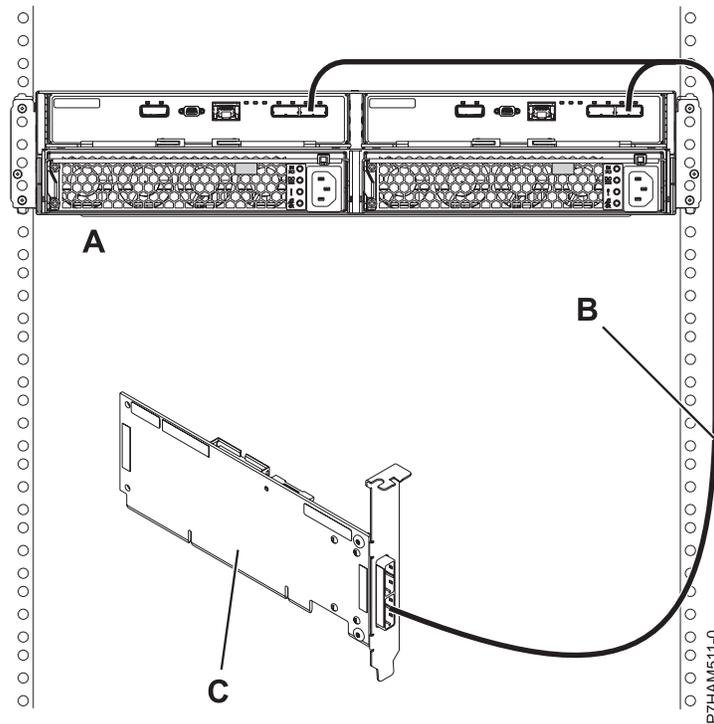

Figura 35. Conexión en la modalidad 1 mediante un cable YO de un alojamiento de unidades de disco 5887 con un adaptador SAS individual
9. Realice la conexión en la modalidad 1 de un alojamiento de unidades de disco 5887 (A) utilizando un cable YO (B) con un adaptador SAS individual (C), como se muestra en la Figura 35 en la página 79.